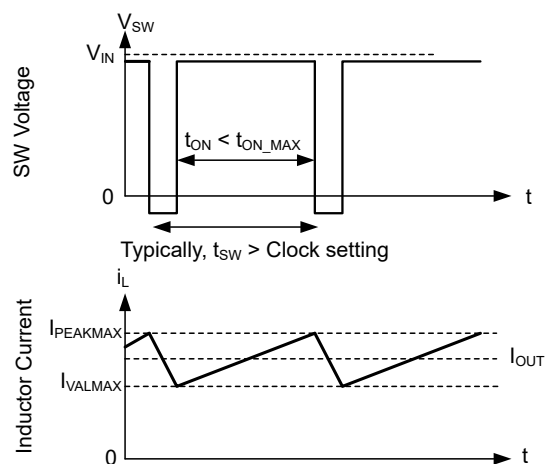

图 7-10. 电流限值波形
当低侧 (LS) 开关接通时，也会检测和监控流经该开关的电流。与高侧器件一样，低侧器件具有由内部误差放大器环路命令的关断功能。对于低侧器件，即使振荡器正常启动一个新的开关周期，也会在电流超过此值时阻止关断。与高侧器件一样，关断电流的高低也受到限制。该限值在图 7-10 中称为低侧电流限值  $I_{VALMAX}$ 。如果超出低侧电流限值，低侧 MOSFET 将保持导通状态，高侧开关不会导通。一旦低侧电流降至此限值以下，低侧开关就会关断，并且只要自高侧器件上次导通后至少经过一个时钟周期，高侧开关就会再次导通。